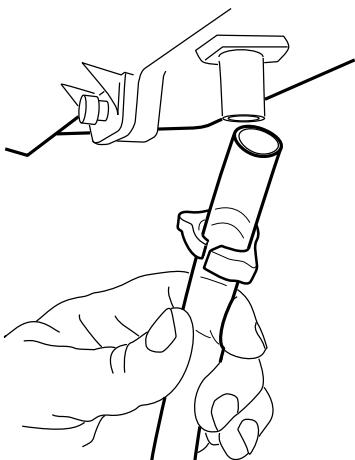

Fig. 8. Instalación de la tubería de drenaje.
4. Conecte un tubo de drenaje de 1/2 in (13 mm) al acople de drenaje del humidificador y hágalo llegar hasta el drenaje de piso (consulte la Fig. 8).